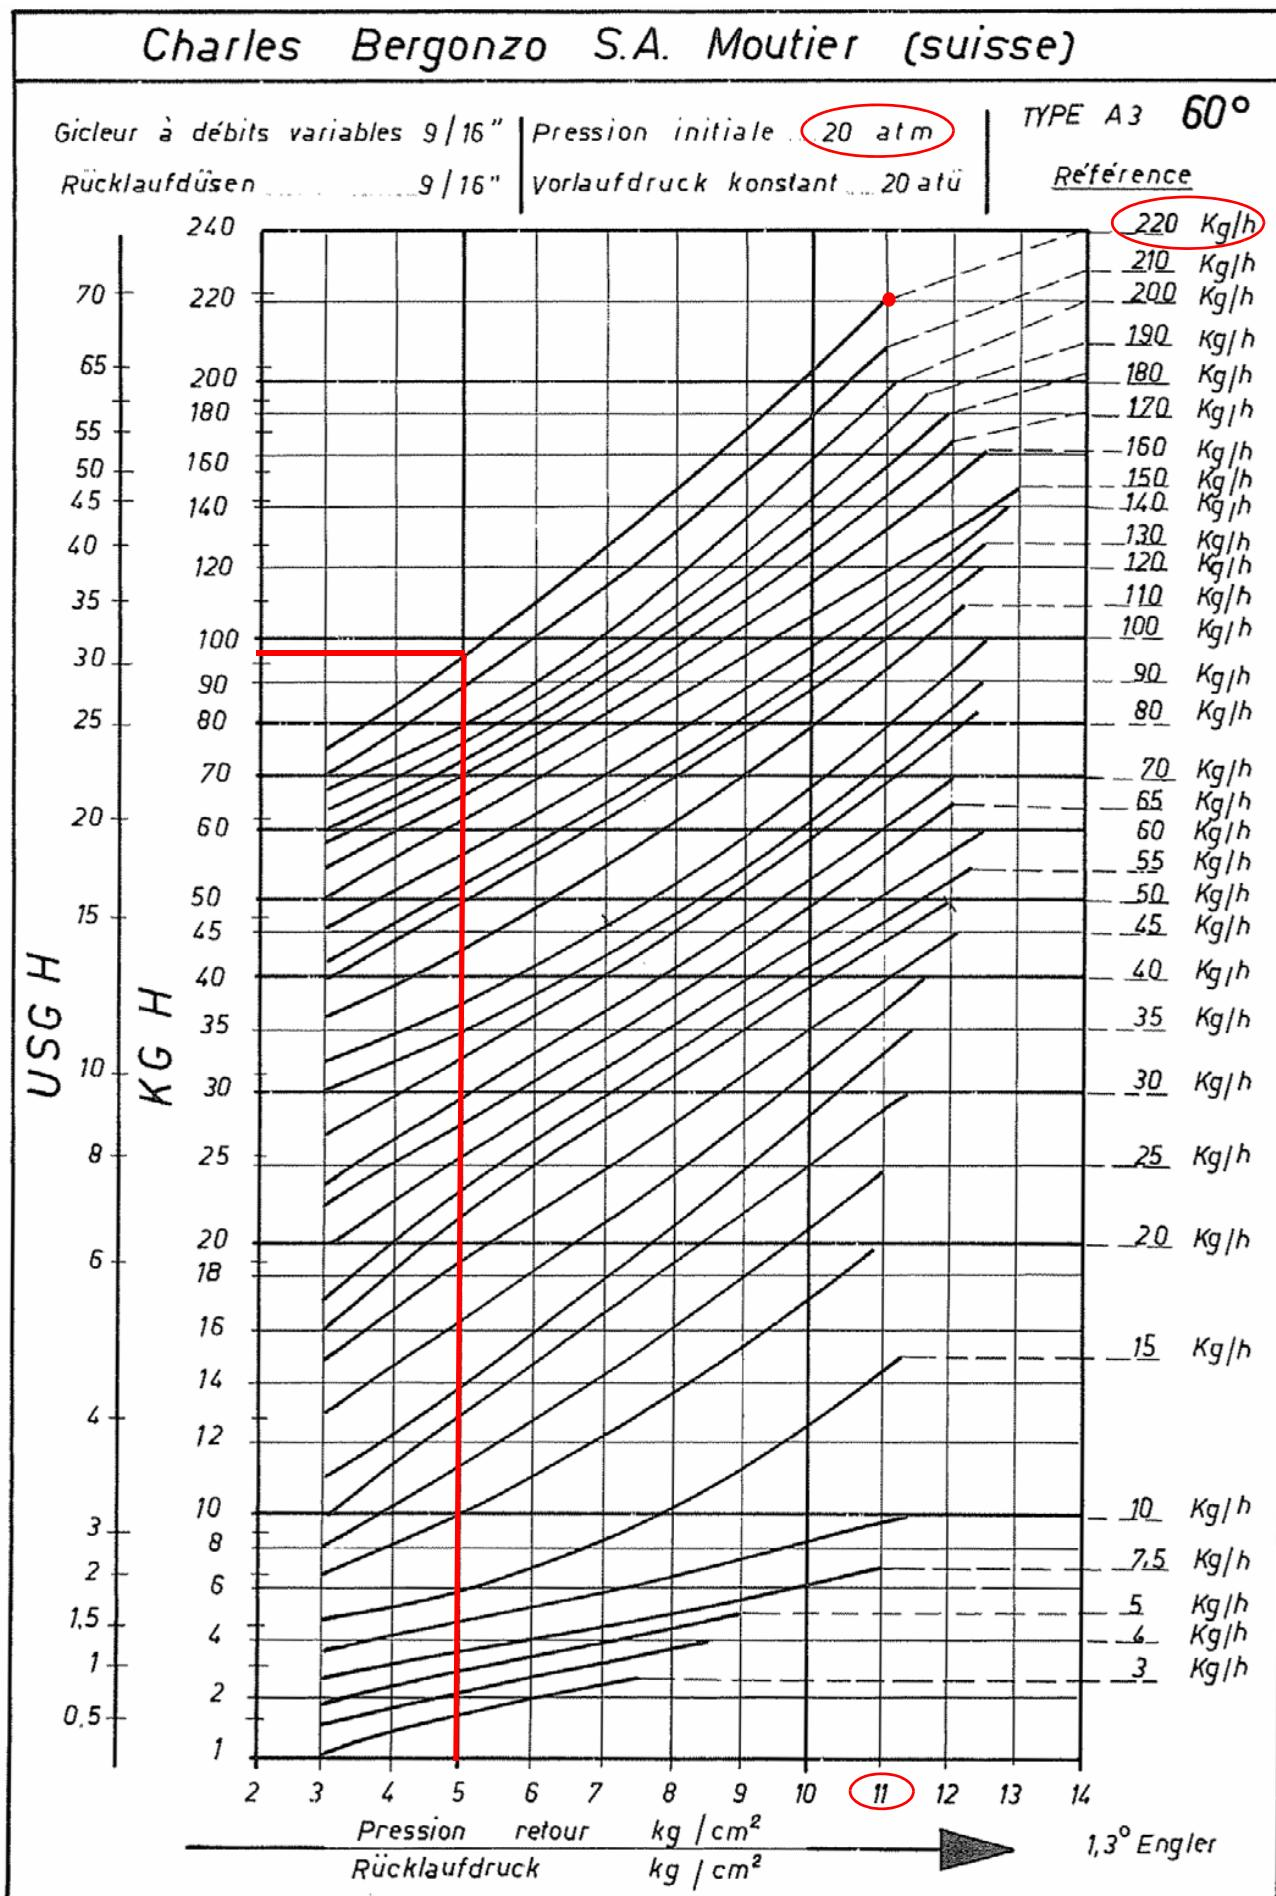
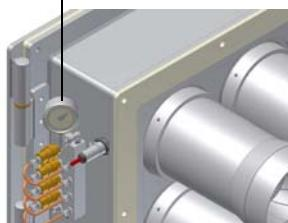
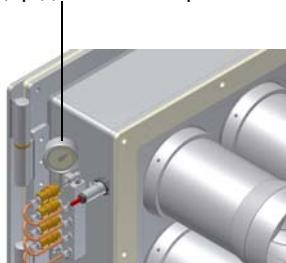

Рис. 13
Рис. 15
Рис. 19
Расход дизельного топлива регулируется, благодаря выбору форсунки (противовоточного типа) соответствующей типу котла/ применения размера, а также регулировке давления на прямом и обратном ходе топлива, согласно значений, описанных далее. Расход в режиме большого пламени - это расход выбранной форсунки при закрытом обратном ходе топлива. Расход в топке зависит от заданного, с помощью винта V регулятора, давления на обратном ходе (см. Рис. 13).
- 9 Давление питания форсунки уже отрегулировано заранее на заводе-изготовителе и не должно изменяться. Только в случае необходимости, отрегулировать давление питания (см. соответствующий параграф) следующим образом: установить манометр в положение, указанное на Рис. 15, воздействовать на регулировочный винт **VR** насоса (см. Рис. 14) до получения на форсунке давления в 20 бар (форсунки Bergonzo - см. график на Рис. 13);
- 10 Давление питания форсунки уже отрегулировано заранее на заводе-изготовителе и не должно изменяться. Только в случае необходимости, отрегулировать давление питания (см. соответствующий параграф) следующим образом: установить манометр в положение, указанное на Рис. 19, воздействовать на регулировочный винт **VR** насоса (см. Рис. 18) до получения на форсунке давления в 20 бар (форсунки Bergonzo - см. график на Рис. 13);